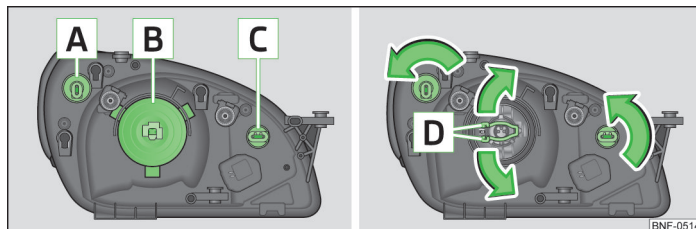

Fig. 127 Farul stânga - compartimentul motor: Dispunerea / Demontarea becurilor
A - lumina de semnalizare față » fig. 127
- › Rotiți soclul becului **A** » fig. 127, până la limită, **împotriva** sensului acelor de ceasornic, și extrageți-l.
- › Scoateți conectorul de pe becul incandescent **B** » fig. 127.
- › Rotiți soclul becului **C** » fig. 127, până la limită, **împotriva** sensului acelor de ceasornic, și extrageți-l.